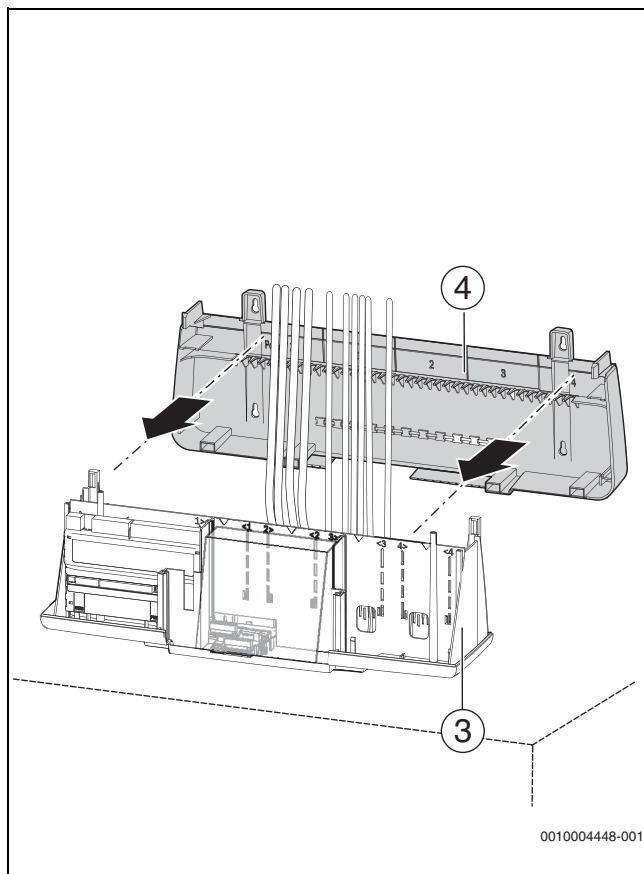

Fig. 33 Fixarea peretelui din spate pe partea inferioară a carcasei
- ▶ Fixați peretele din spate (→ fig. 33, [4], pagina 29) pe partea inferioară a carcasei [3].